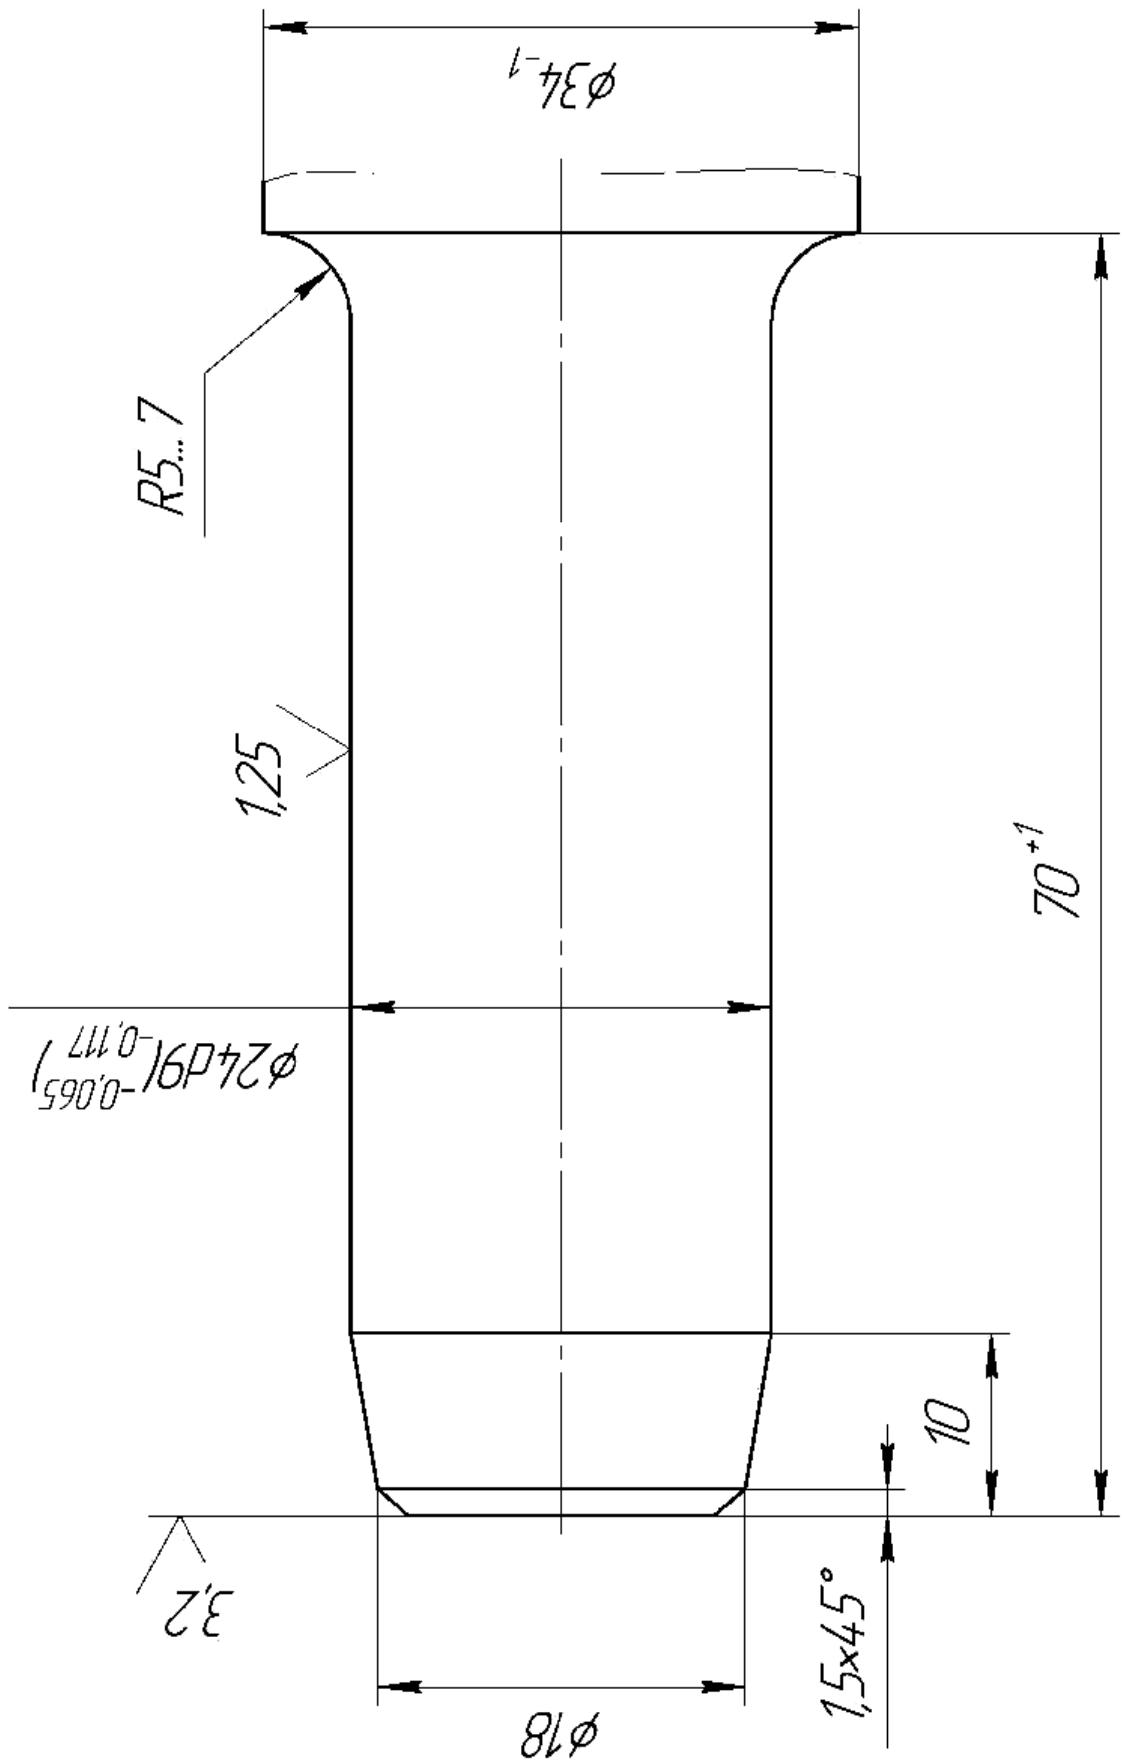

Рис. 2
4.2. При нажатии на рукоятку толкатель 16 перемещается в гнезде стакана и, утопив шарик, открывает доступ сжатого воздуха через ниппель, штуцер и отверстие в стакане к воздухораспределительному устройству которое направляет сжатый воздух попеременно в верхнюю и нижнюю части ствола. Под действием сжатого воздуха ударник совершаает возвратно-поступательные движения и наносит удары по хвостовику рабочего инструмента. Хвостовик рабочего инструмента показан на рис.2.